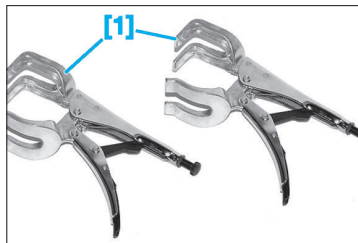

Fig. 57
- [1]. Jeu de pinces FACOM 502.A (Fig.57).